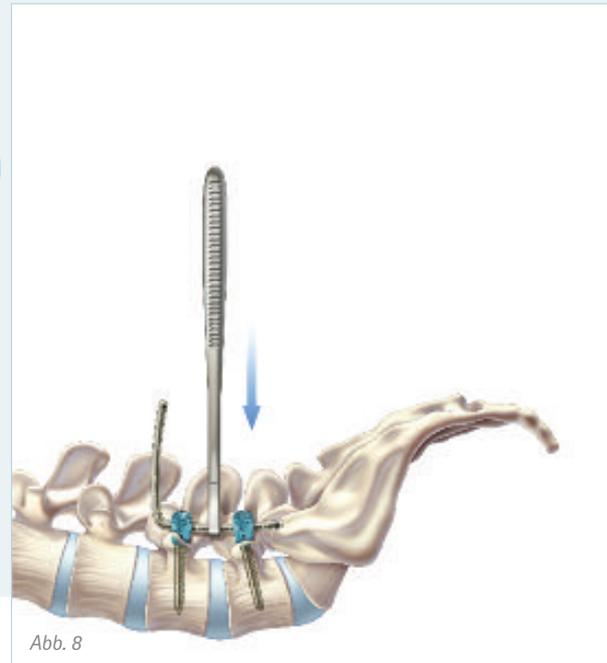

Abb. 8
- Die flexible Biegeschablone (FW185R) dient als Hilfsmittel für ein genaues Stabbiegen wie auch zur Feststellung der richtigen Stablänge (Abb. 8).